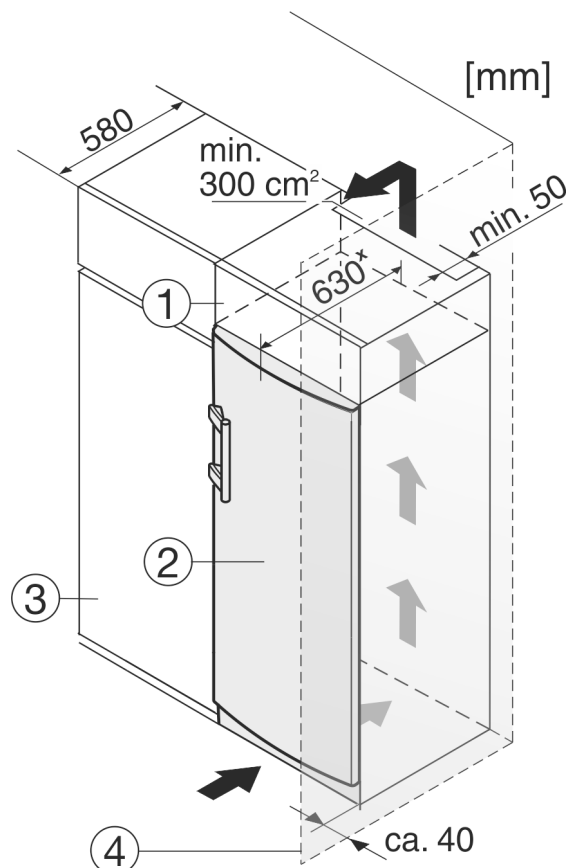

Fig. 10
Přístroj lze zabudovat do kuchyňských skříní. K vyrovnání přístroje Fig. 10 (2) na výšku kuchyňské linky lze na přístroj nasadit nástavec Fig. 10 (1).
Při montáži do kuchyňských skříní (hloubka max. 580 mm) lze spotřebič nainstalovat přímo vedle kuchyňské skříně *Fig. 10 (3)*. Spotřebič přesahuje přední stěnu kuchyňské skříně po stranách o 34 mm x a uprostřed o 50 mm x.
Pokud se spotřebič instaluje se závěsy vedle stěny *Fig. 10 (4)*, musí být jeho vzdálenost od stěny alespoň 40 mm. To odpovídá přesahu madla při otevřených dveřích.